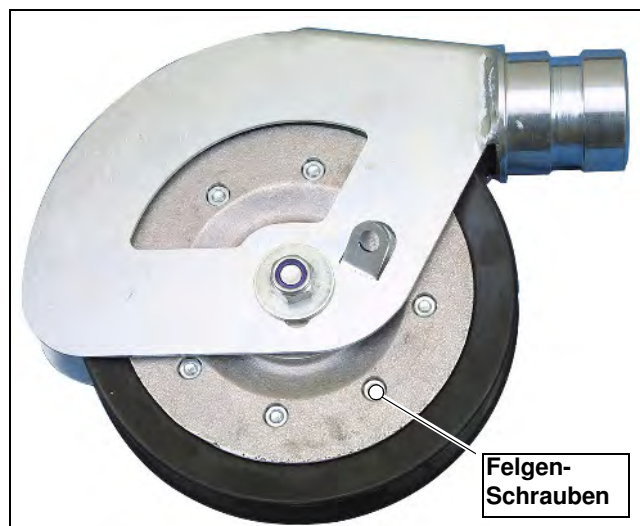

Bild 8.8 Mini-Schwenkrolle
- Lösen und entfernen Sie die 8 Schrauben (Muttern) aus der Mini-Schwenkrollen-Felge (Bild 8.8) und heben Sie die obere (rechte) von der unteren (linken) Felgenhälfte!
9. Schrauben Sie die Mini-Schwenkrollen-Felgen mit den 8 Schrauben und Muttern wieder zusammen (Bild 8.8)! Ziehen Sie die Schrauben, gleichmäßig, über kreuz, fest!
In einer Felgenhälfte sind sechskantige Mutter-Aufnahmen als Drehsicherung eingearbeitet und in der anderen Felgenhälfte befinden sich zylindrische (runde) Bohrungen für die (runden) Innsechskantschrauben (Bild 8.8)!